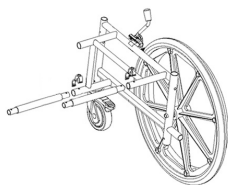

Fig.1
- Introduza os tubos de fixação na estrutura do lado esquerdo ou direito, linhe os furos e insira as molas em C, conforme ilustrado na fig.1;